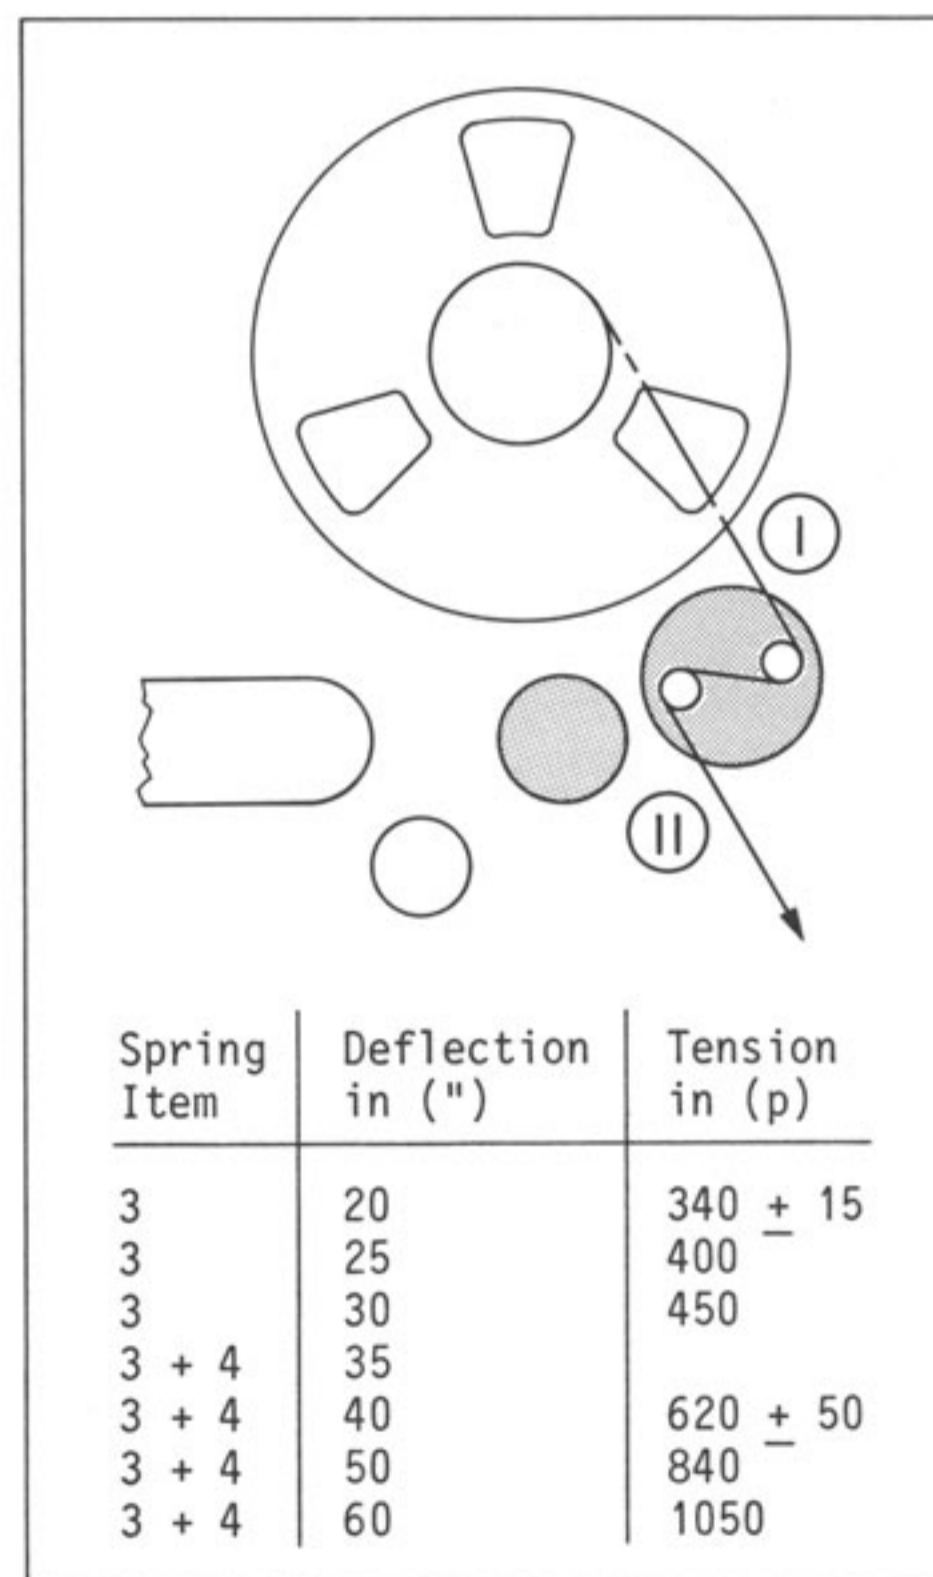

Fig. 3.5.5
Feder [4] vom Bolzen [14] aushängen. Position a, b und d einstellen. Die Zugkraft der Feder [3] nach den Werten in Fig. 3.5.5 kontrollieren und wenn nötig nachstellen (siehe Abschnitt 3.5.3).
Die Zugkraft des ganzen Federsystems nach Fig. 3.5.5 kontrollieren und wenn nötig nachstellen (siehe Abschnitt 3.5.3).
Unhook spring (4) from pin (14), Adjust items a, b, and d. Check whether the tension of spring (3) corresponds to the value specified in Fig. 3.5.5 and readjust if necessary (refer to section 3.5.3).
Check the tension of the entire spring system as specified in Fig. 3.5.5 and readjust if necessary (refer to section 3.5.3).